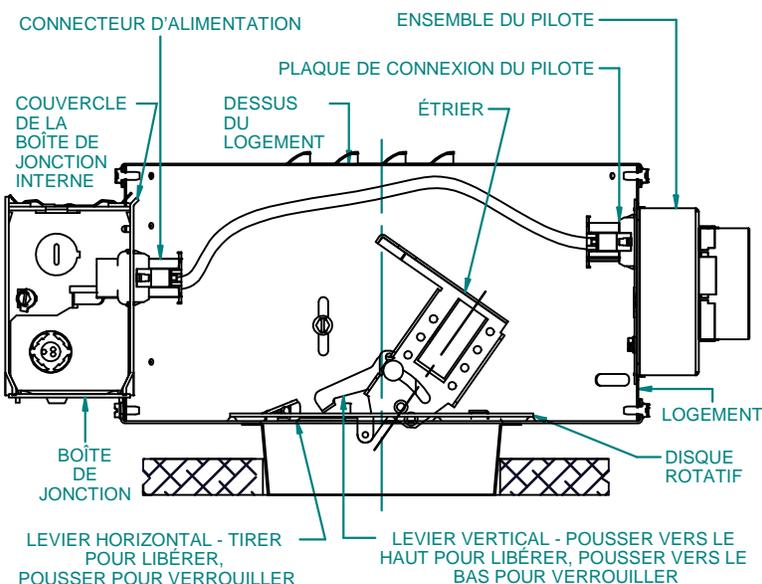

Fig. 1
3. Pour le modèle F2333/5/7, fixer et tourner doucement le réflecteur dans le sens horaire pour le verrouiller sur le sous-ensemble du support du module. (Voir fig. 1, 4, 5 et 6.)
Accès à la boîte de jonction: (voir fig. 1)